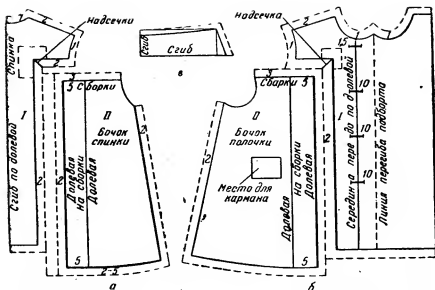

Рис. 176. Подготовка выкройки платья-халата с цельнокроеной прямой кокеткой к раскрою:
**Спинка.** При раскладке выкройки на ткани спинку (I) укладывают так (рис. 176, а), чтобы ее середина была по долевой нити на сгибе ткани. Вторую часть выкройки (II) укладывают на ткань так, чтобы разрезная линия была по долевой нити и отступала от края ткани на 4 или 5 см (на сборки).
**Полочка.** При раскладке выкройки на ткани (рис. 176, б) перед (I) укладывают так, чтобы его середина была по долевой нити. Вторую часть выкройки (II) укладывают на ткань так, чтобы ее разрезная линия была по долевой нити и отступала от края ткани на 4 или 5 см (на сборки).
**Воротник.** Воротник кроют по основной выкройке (см. рис. 141) и укладывают так, чтобы его середина была по долевой нити на сгибе ткани. Край воротника также укладывают на сгиб ткани (рис. 176, в).